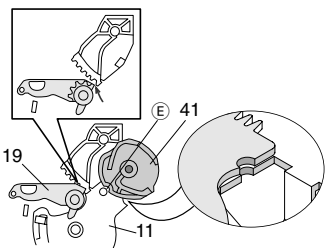
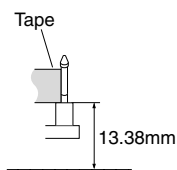

Fig. 23
Fig. 24
- Mettre le levier d'inversion (Pos. 19) suivant la Fig. 23 et l'ajuster à l'aide de l'écrou de réglage de hauteur (Pos. 214) sur 13,38mm (Fig. 24).
- Vérifier l'état déchargé de la mécanique d'entraînement: La rainure demi-ronde du levier de commande de galet presseur (Pos. 11) doit se trouver au-dessus du support de la mécanique (Fig. 23). Corriger l'état déchargé de la mécanique si nécessaire, par ex. en tournant le tenon d'entraînement du moteur de chargement (Pos. 47, Fig. 4) à l'aide d'un tournevis.
- Placer la came de galet presseur (Pos. 41, Fig. 23) de façon à ce que la partie ronde de celle-ci se trouve au-dessus de l'encoche ronde dans le levier de commande de galet presseur (E) (Pos. 11).